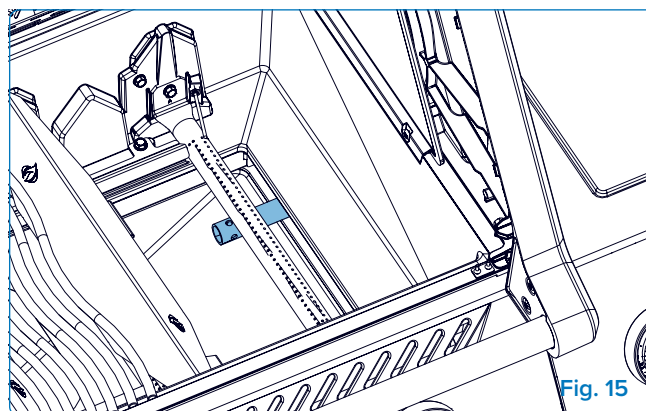

Fig. 15
5. **El tubo de salida del ahumador** – puede desenroscarse para su limpieza—introduzca un destornillador en los orificios de la punta para mayor palanca (**Fig. 15&16**).